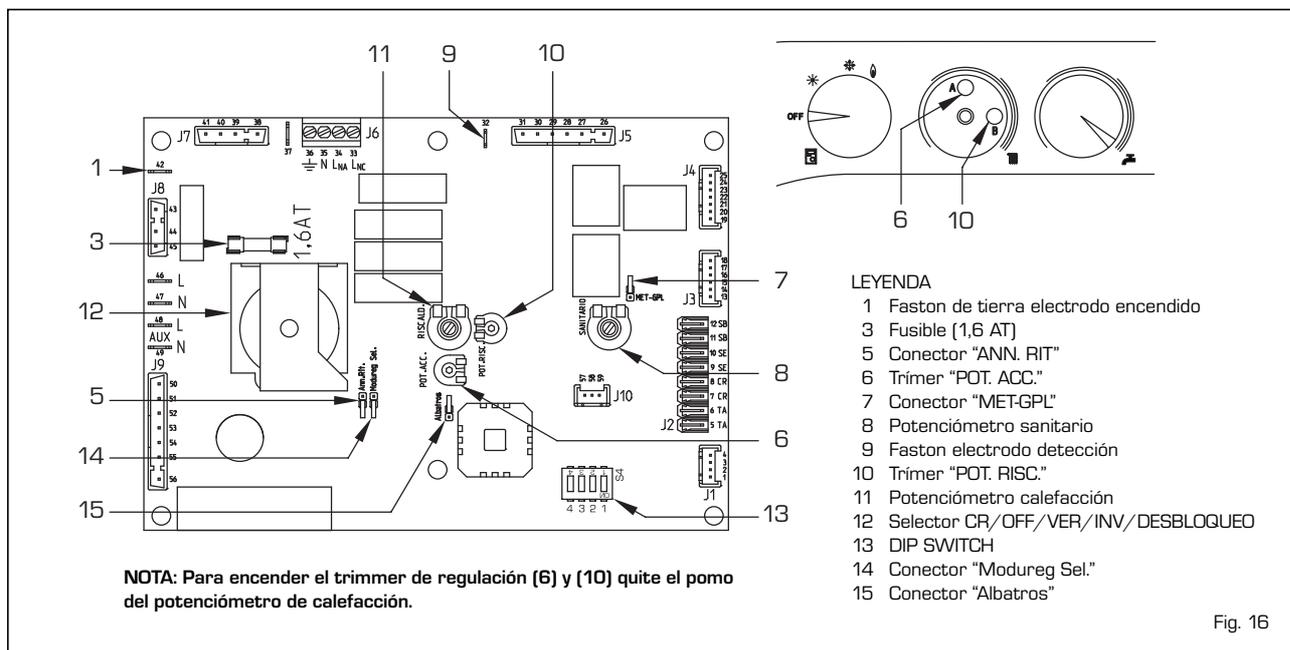

Fig. 16
- **Trímer "POT. RISC."** (10 fig. 16)
- **Trímer "POT. ACC."** (6 fig. 16)
- **Conector "MET-GPL"** (7 fig. 16)
- **Conector "ANN. RIT."** (5 fig. 16)
- **DIP SWITCH** (13 fig. 16)
- **Conector "Modureg Sel."** (14 fig. 16)
- **Conector "Albatros"** (15 fig. 16)
NOTA: En caso de sustitución de la válvula de gas SIT a HONEYWELL y viceversa, accione sobre el conector "Modureg Sel." de la caja de control de llama (14 fig. 16). Con el puente desconectado la calderas está predispuesta para el funcionamiento con válvula de gas SIT; con el puente conectado para el funcionamiento con válvula de gas HONEYWELL.